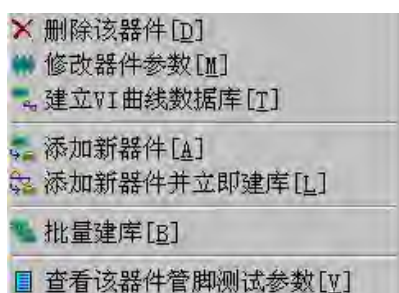

图 7
开始提取曲线有两种方法：①把光标放在 U1 上，双击鼠标左键；②把光标放在 U1 上，点击鼠标右键弹出“浮动菜单”（如图 7），再点击“建立 VI 曲线数据库”。